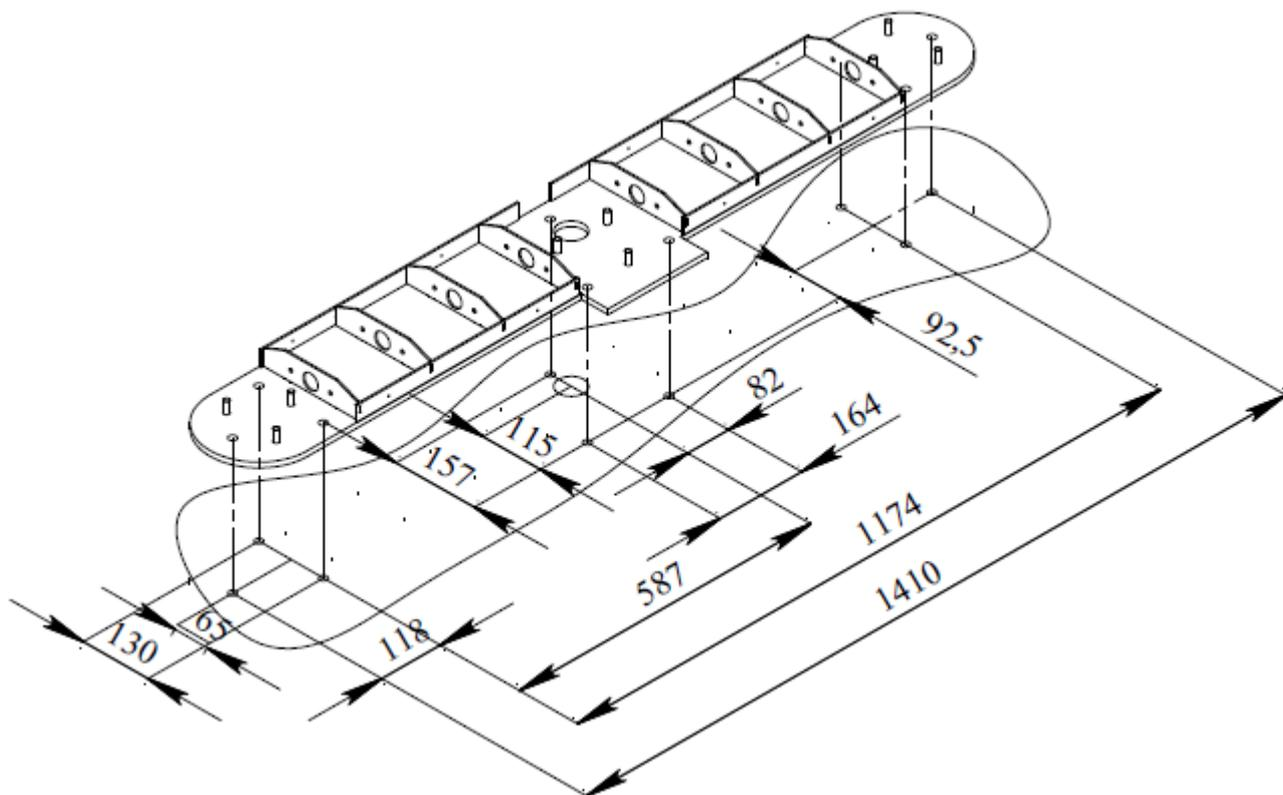
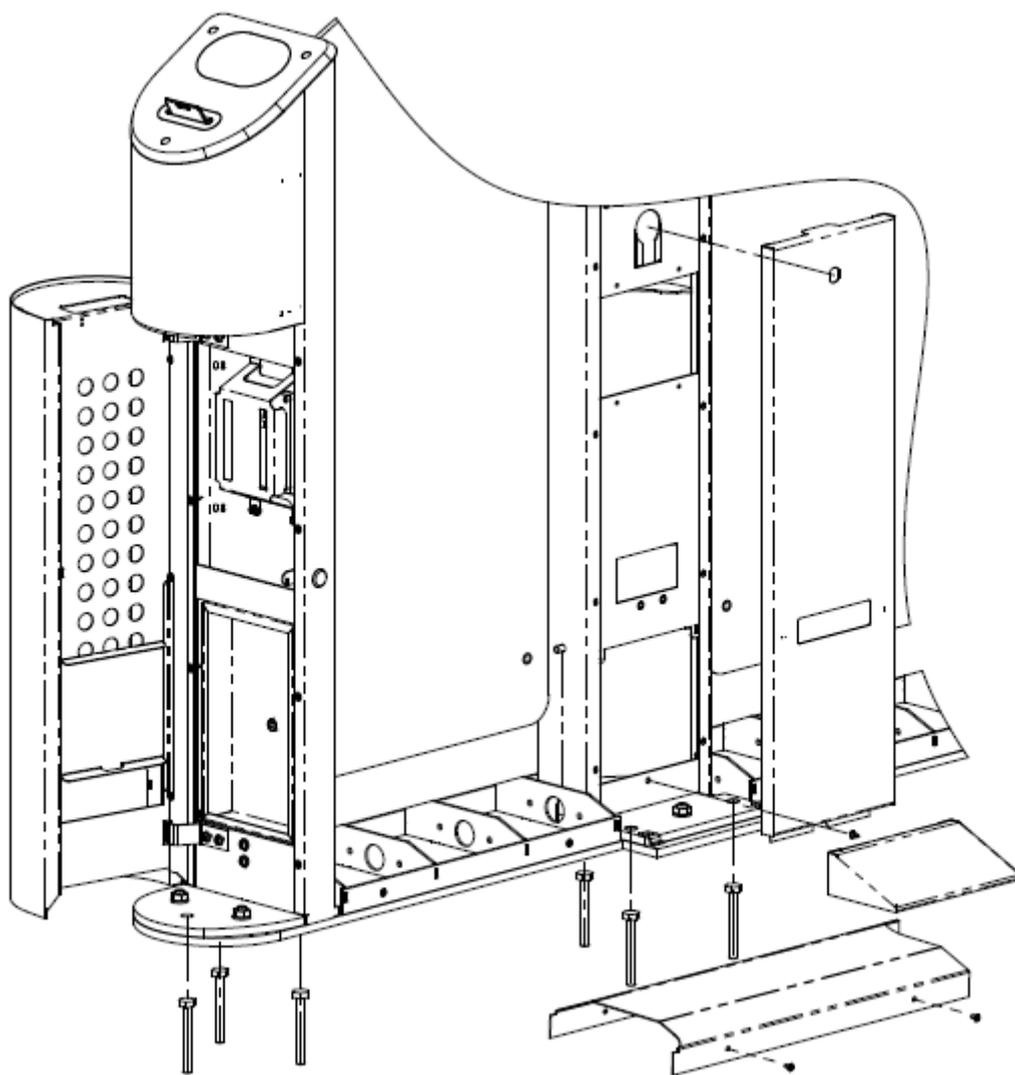
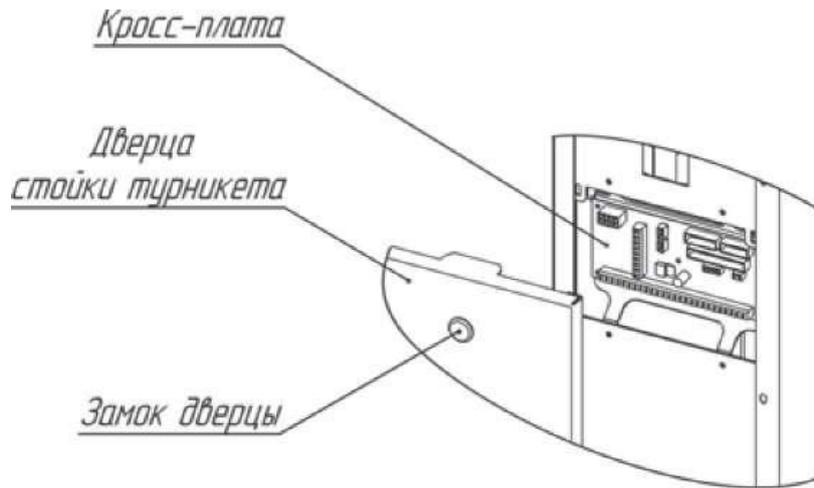

Рис. 5. Установочные размеры.
Рис. 6. Схема установки турникета.
Рис. 7. Расположение кросс-платы на стойке турникета.
6.2.3. По размерам, указанным на рис. 5, подготовьте отверстия диаметром 20мм в полу под анкеры крепления стойки турникета. Глубина закладного отверстия должна превышать длину анкера на 5мм. Вставьте анкеры в отверстия.
6.2.4. Подводка кабелей производится через отверстия (рис. 5) в нижней плите турникета. Необходимо подготовить штробу для прокладки кабелей.
6.2.7. Установите стойку турникета на подготовленную площадку (рис. 5). Используя ключ, откройте замок и снимите дверцу (рис. 6). Заведите в корпус турникета кабели от ПУ, БП и, при необходимости, кабели СКУД и ОПС. Подводка кабелей производится через отверстия в нижней плите турникета (рис. 5). Закрепите кабели пластиковыми стяжками.
необходимости используйте стальные прокладки требуемой толщины для правильной установки. Ключом для винта с внутренним шестигранником S10 закрепите стойку турникета винтами М 12 (рис. 6), закрутив их в соответствующие анкера. Установите крышку основания (рис. 6) и зафиксируйте ее винтом М6, приложенном в комплекте поставки (3, рис. 6). Установите дверцу(рис. 6) в исходное положение и закройте ее на замок.
Подключение питания, пульта управления и СКУД осуществляется с помощью кросс-платы. Для этого необходимо открыть дверцу (рис. 6) стойки турникета, используя ключ. На рис. 7 показано расположение кросс-платы на стойке турникета.